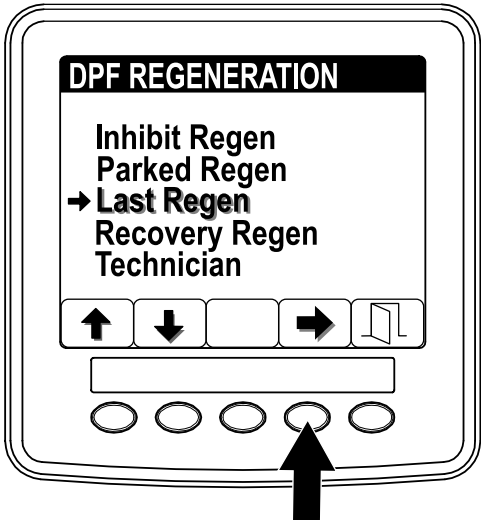

Figura 5
- Accedete al menu DPF Regeneration e premete i pulsanti 1 o 2 per far scorrere il menu fino all'opzione LAST REGEN (Figura 5).
- Premete il pulsante 4 per selezionare la voce Last Regen (Figura 5).